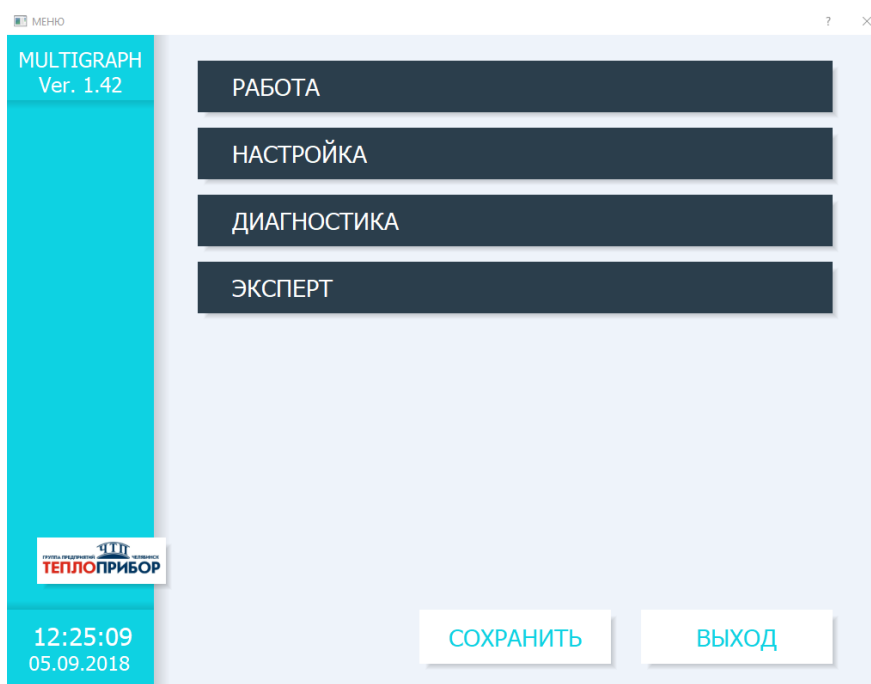

Рисунок 2.4 – Окно экспертной установки
2.3.6.2 Экспертная установка прибора «Мультиграф» предназначена для опытных пользователей и обслуживающего персонала. При обращении к программе всегда запрашивается четырехзначный код доступа (рисунок 2.4).